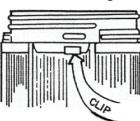

FIGURE 3
1. Le globe du luminaire Champ® de la série VMV (no de catalogue G24) utilise une grille de protection intégrale (no de catalogue P21). Les parties filées de la grille de protection et du globe sont longues inégales (clavettes) pour s'assurer que les fils du globe et de la grille de protection correspondent lors de l'assemblage. L'agrafe qui est attachée à la grille de protection aide à bien fixer la grille de protection au globe. Voir la figure 3.